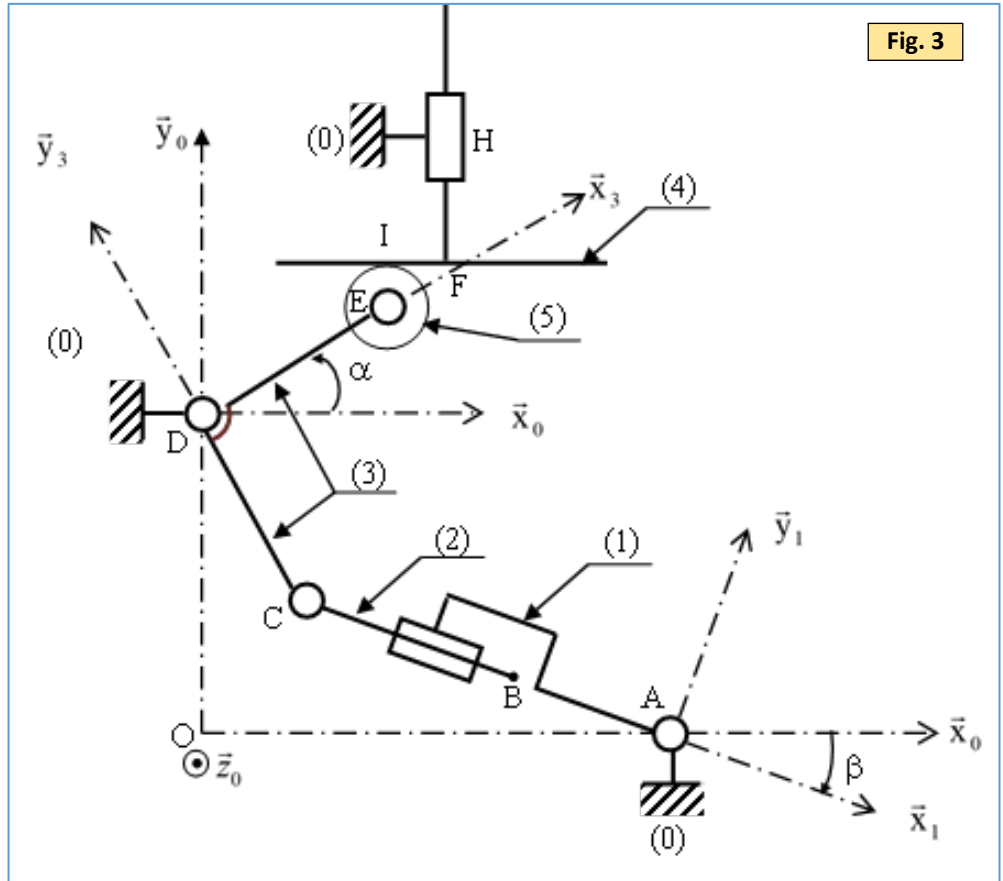

Fig. 3
Le mécanisme de la (Fig. 3) représente une partie d'un manipulateur utilisé sur une machine-outil. Ce manipulateur assure l'alimentation en pièces à usiner et l'évacuation des pièces finies et ce, à l'aide du déplacement du coulisseau (4). Le mécanisme étudié permet l'obtention du déplacement de ce coulisseau par la transformation du mouvement du vérin (1+2).